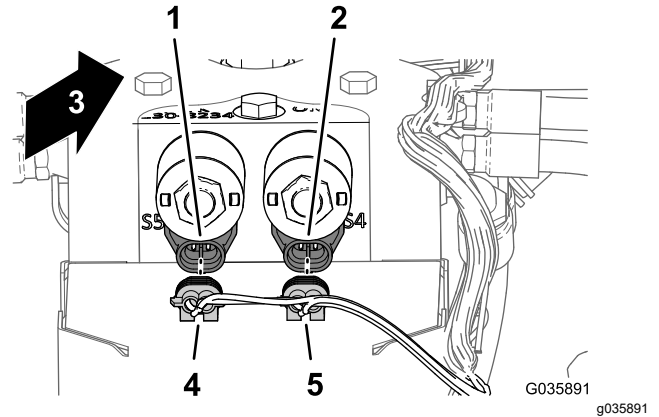

Figure 27
2. À l'arrière du collecteur des vérins de levage, branchez les 2 connecteurs du faisceau des rampes soniques sur les solénoïdes de commande de la fonction sonique, comme montré à la Figure 27.